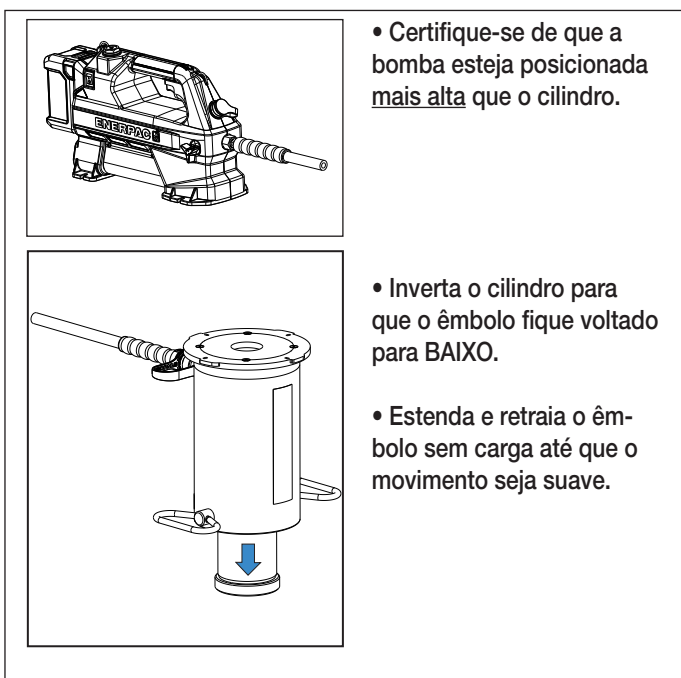

Figura 5: Remoção de ar
2. Ligue a bomba e faça o cilindro passar por vários ciclos completos de avanço e retração. Faça isso com o êmbolo do cilindro apontando para BAIXO e com a bomba posicionada mais alta que o cilindro ou a ferramenta. Veja Figura 5.